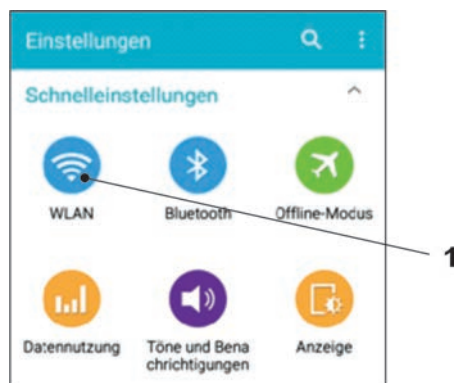

Abb. 26-2 Symbol für WLAN
3. WLAN (Abb. 26-2 Pos. 1) anwählen.